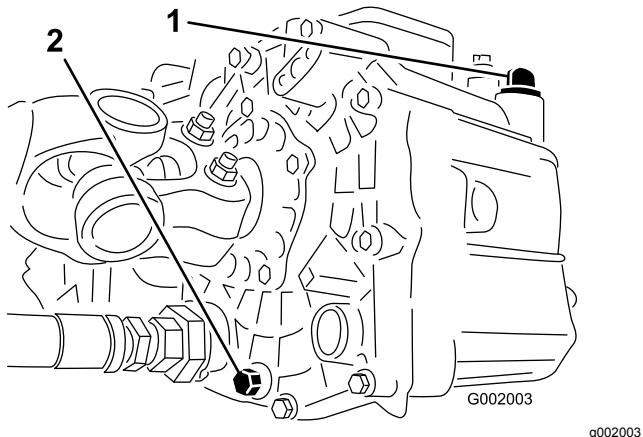

図 53
3. 油圧オイルタンク側面にあるドレンプラグを取り外して流れ出すオイルを大きな容器で受ける図 53。